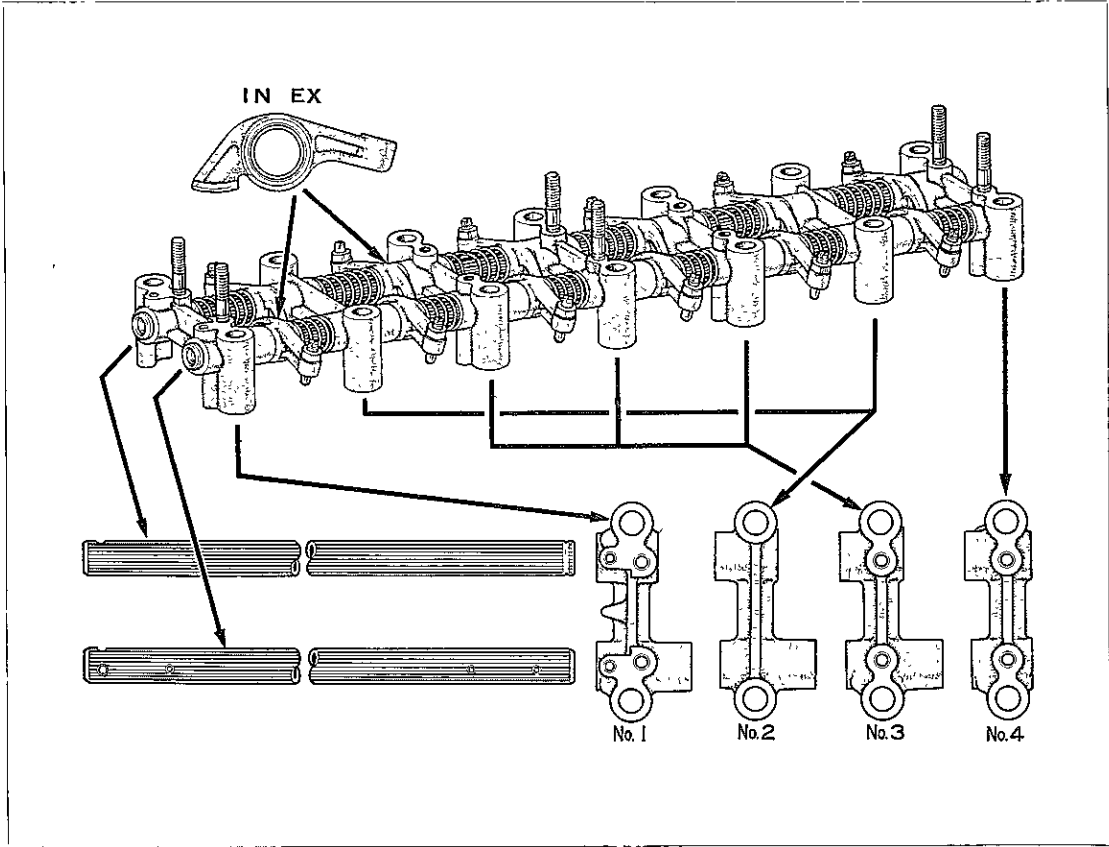

図2-3-7 バルブ ロツカ シャフト ASSY組み付け
(1) バルブ ロツカ ASSYを図2-3-7のように組み付ける。